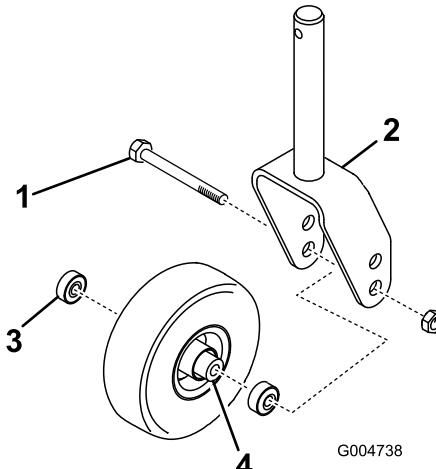

Figure 30
1. Enlevez le contre-écrou du boulon qui fixe la roue pivotante à la chape (Figure 30). Maintenez la roue pivotante et sortez le boulon de la fourche ou du bras pivotant.
2. Enlevez le roulement du moyeu de la roue et laissez tomber l'entretoise à l'extérieur (Figure 30). Enlevez le roulement de l'autre côté du moyeu.